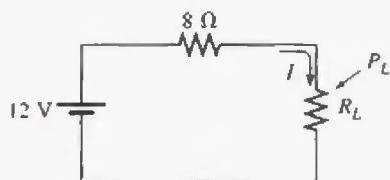

FIGURA 5.101
40. Escriba un programa para tabular la corriente y la potencia del resistor R_L de la red mostrada en la figura 5.101 para un intervalo de valores de R_L desde 1Ω hasta 20Ω . Imprima el valor de R_L que ocasiona la máxima potencia en R_L .